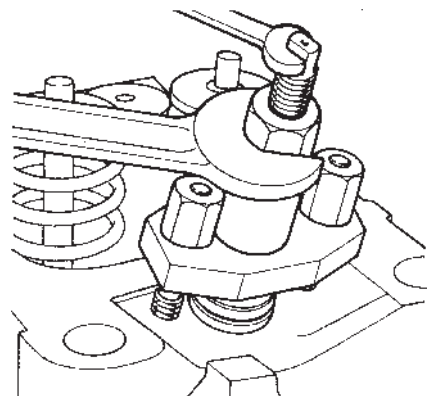

Fig. 112 Evasement de la douille en cuivre TD60A, TAMD60A
10. Maintenir l'axe de l'outil et visser le gros écrou (figure 112). L'axe d'évasement appuie alors sur la partie supérieure de la douille en cuivre.